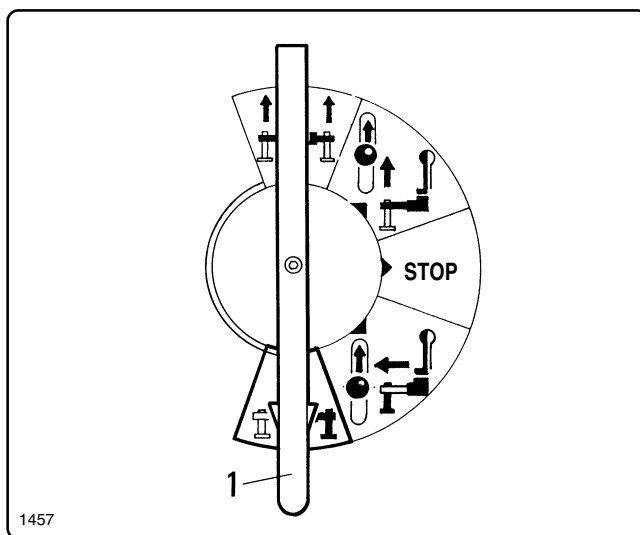

fig. 6.7.10
- Premere e ruotare la leva "1" in posizione verticale come rappresentato in fig. 6.7.10. Spostarsi quindi dal lato opposto della gru e ripetere le stesse manovre descritte precedentemente agendo sulla leva "1" del deviatore e sulla leva "2" del doppio comando per ottenere da questo lato la completa stabilizzazione.
- *Press and turn lever "1, to vertical position ton indicated in fig. 6.7.10. Go to the opposite side of the crane and repeat the manoeuvres described above act on the lever switch "1" and on lever "2" of the dual side control to stabilise this side of the crane.*